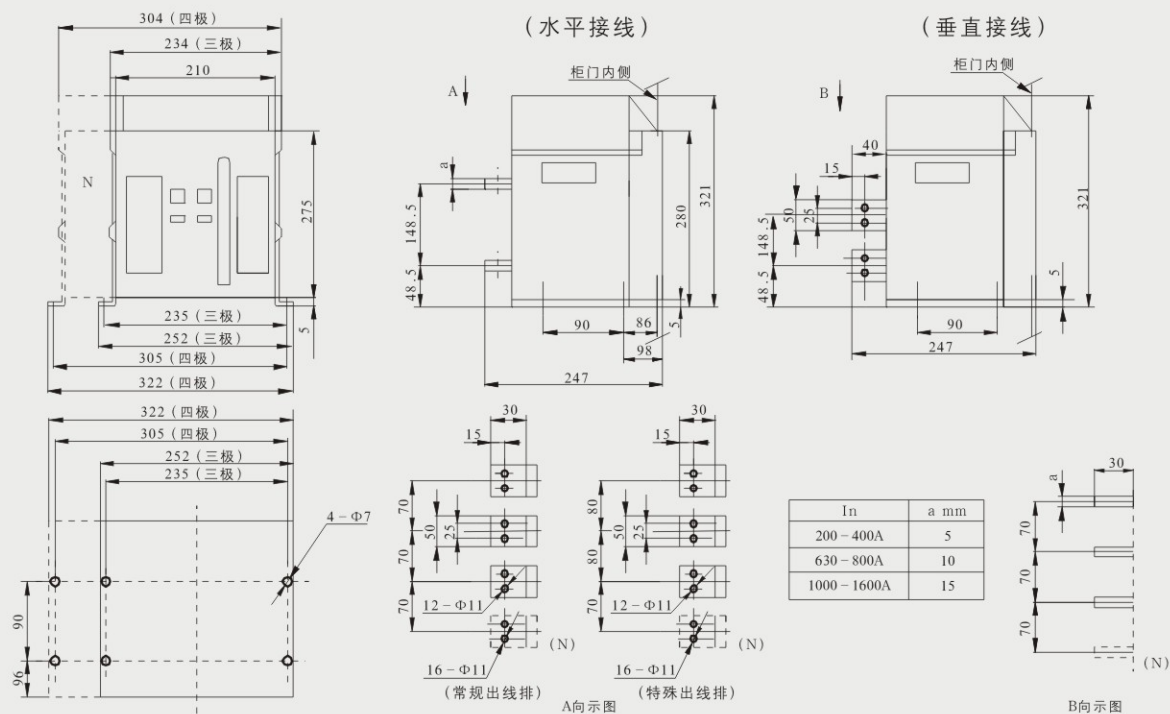

图8 固定式断路器安装尺寸及外形尺寸 (HSW3-1600、1600/4 HSW3-1600S、1600S/4)
6.1 HSW3-1600、1600S断路器安装尺寸，外形尺寸见图8、9